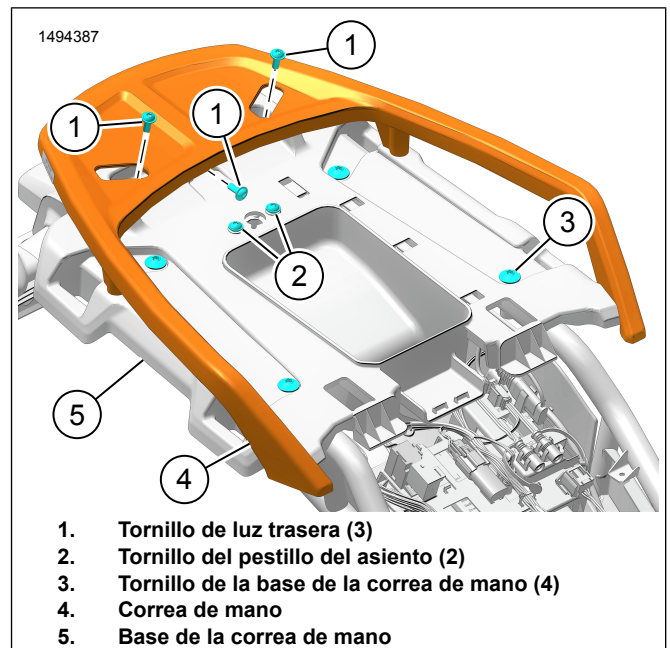
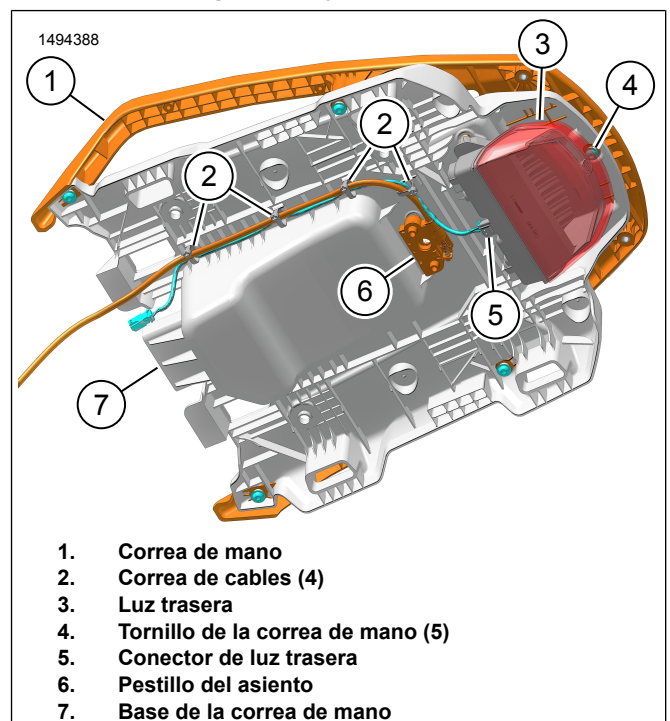
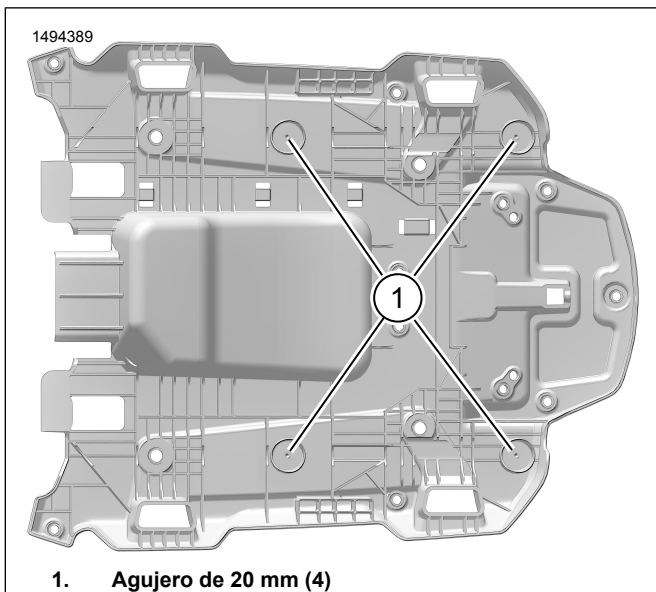

Figura 3. Sujeción manual
Figura 4. Desmontar base de la correa de mano
Figura 5. Agujeros de la base de la correa de mano
1. Consulte la Figura 3. Retire los tornillos de la base de la correa de mano (3).
2. Consulte la Figura 4. Retire y deseche las correas de cable (2).
3. Consulte la Figura 4. Retire la luz trasera (3).
- a. Desenchufe el conector de la luz trasera (5)
- b. Consulte la Figura 3. Retirar tornillos (1).
4. Consulte la Figura 4. Retire el pestillo del asiento (6).
- a. Consulte la Figura 3. Retire el pestillo del asiento (2).
5. Consulte la Figura 4. Retire la correa de mano (1) de la base de la correa de mano (7).
- a. Retire los tornillos de la correa de mano (4).
6. Consulte la Figura 5. Perfore los orificios de separación (1).
1. Consulte la Figura 4. Instale el pestillo del asiento (6).
2. Consulte la Figura 4. Instale la luz trasera (3).
- b. Conecte el conector de la luz trasera (5)
3. Consulte la Figura 4. Pase el cable del pestillo del asiento y el arnés de la luz trasera. Asegúrelo con correas de cables **nuevas** (2).